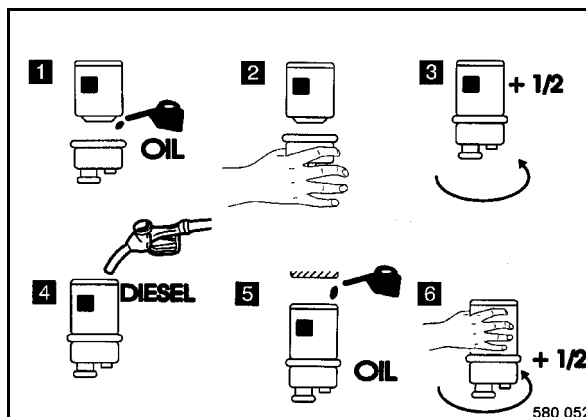

fig. 113
- Huiler légèrement le joint en caoutchouc du séparateur d'eau 1 (fig. 113).
- Revisser le séparateur à la main (2) jusqu'en contact avec le joint.
- Serrer le séparateur d'eau d'un demi tour de plus (3).
- Remplir la cartouche de filtre avec du carburant Diesel propre (4).
- Huiler légèrement le joint en caoutchouc de l'élément filtrant (5) et le visser jusqu'en contact avec le joint.
- Serrer l'élément d'un demi tour de plus (6).